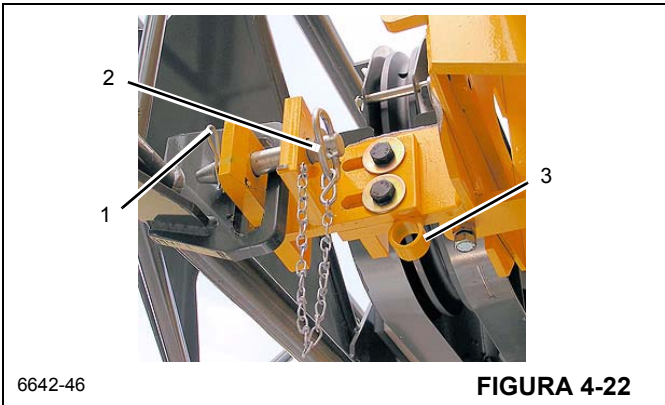

FIGURA 4-22
12. Saque el pasador de pinza (1, Figura 4-22) del pasador de almacenamiento (2) en el montaje delantero. Suelte el pasador de almacenamiento (2) y almacénelo en su sujetador (3).